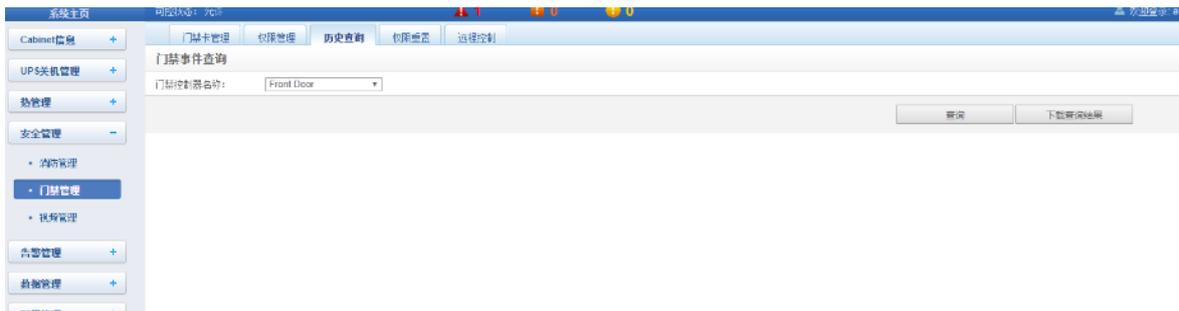

图3-62 历史查询
3. 点击**历史查询**页签，进入历史查询页面，查询门禁的事件记录，如图 3-62 所示。